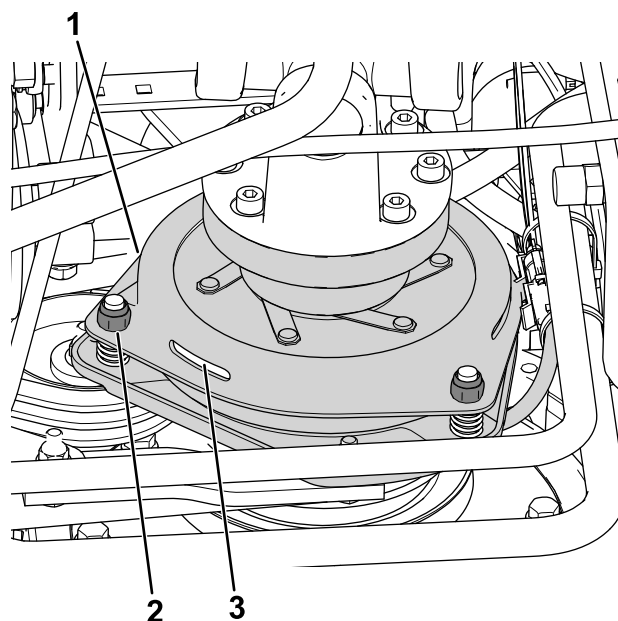

Рисунок 76
- Отрегулируйте зазор так, чтобы толщиномер на 0,3 мм мог проходить между накладкой муфты и фрикционной пластиной с легким усилием (Рисунок 76).
**Примечание:** Этот зазор можно уменьшить, поворачивая регулировочные гайки по часовой стрелке (Рисунок 76). Максимальный рабочий зазор составляет 0,6 мм. Отрегулируйте все 3 воздушных зазора так, чтобы они составляли 0,4 мм.